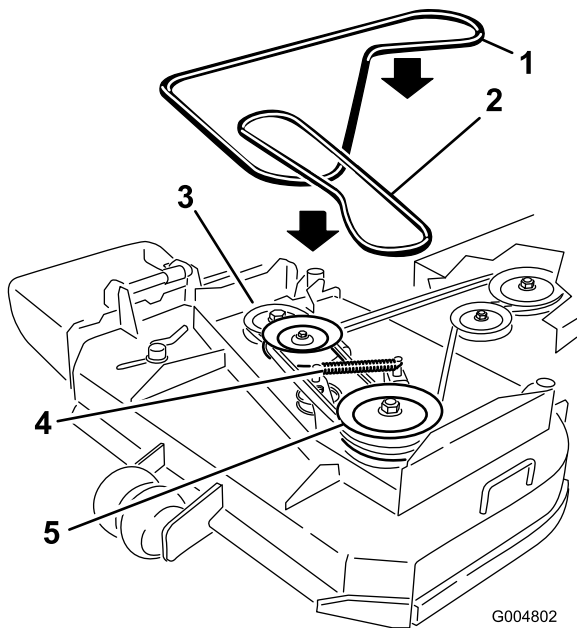

Bild 37
6. Haken Sie die Spannscheibenarmfeder aus, um die Feder am Spannscheibenarm und der Spannscheibe zu entspannen. Entfernen Sie dann den abgenutzten Mähwerkriemen (Bild 37).
7. Legen Sie den neuen Mähwerkriemen um die zwei äußeren Spindelriemenscheiben, die Spannscheibe und in die untere Rille der Doppelspindel-Riemenscheibe (Bild 37).
8. Befestigen Sie die Feder des Spannscheibenarms (Bild 37).
10. Stellen Sie die Riemenführung auf einen Abstand von 3 mm zum Riemen ein (Bild 37).